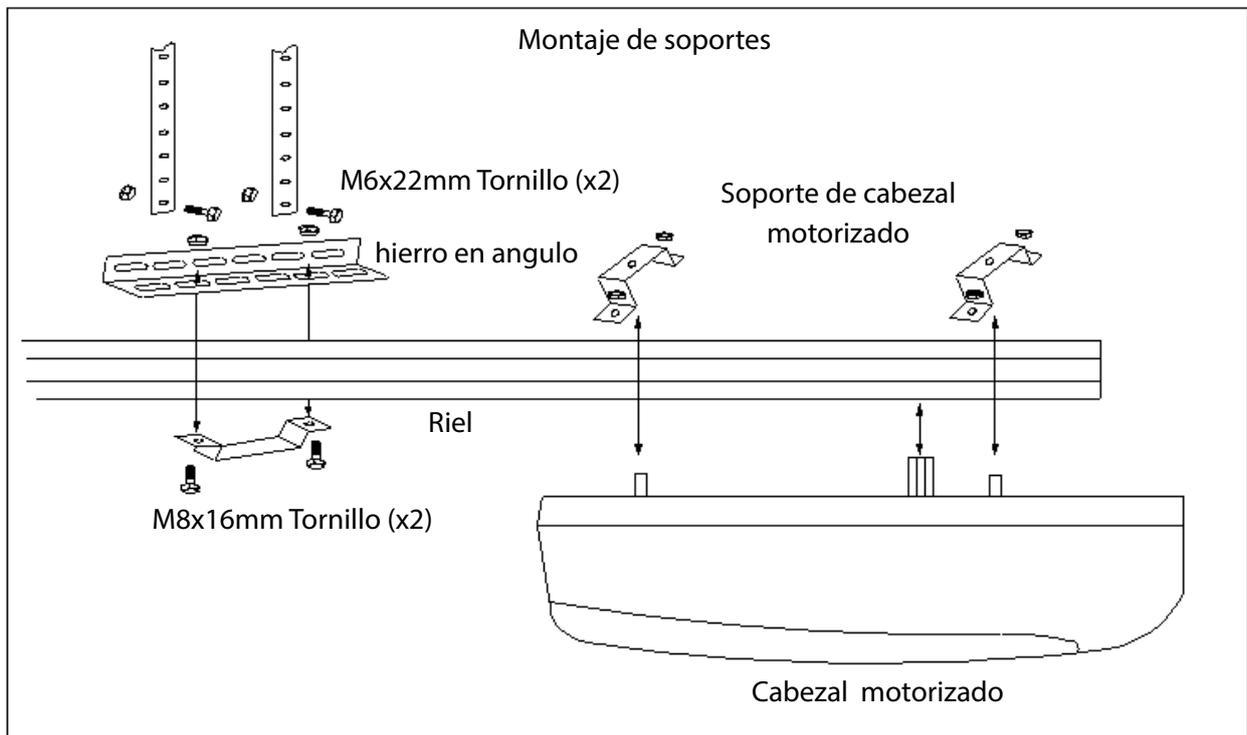

Fig. 6
- . Fije el riel al techo con soportes de montaje (no incluidos en los accesorios) y ángulo de hierro, vea la Fig. 6, asegúrese de que el riel esté nivelado. Si es necesario, verifique que la puerta no toque ninguna parte del riel abriéndola o cerrándola manualmente.